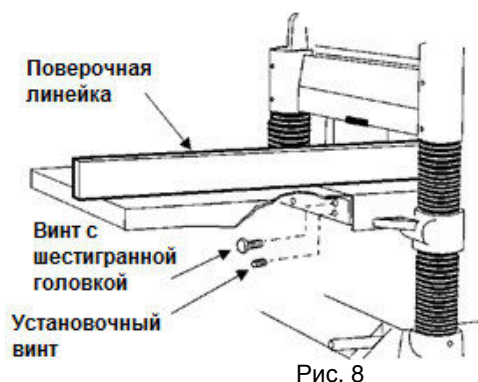

Рис. 8
1. Установите чугунное удлинение стола на краю основного стола с помощью винтов с шестигранной головкой М8 x 25 (см. Рис. 8), используя 12 мм гаечный ключ. Не затягивайте винты полностью.